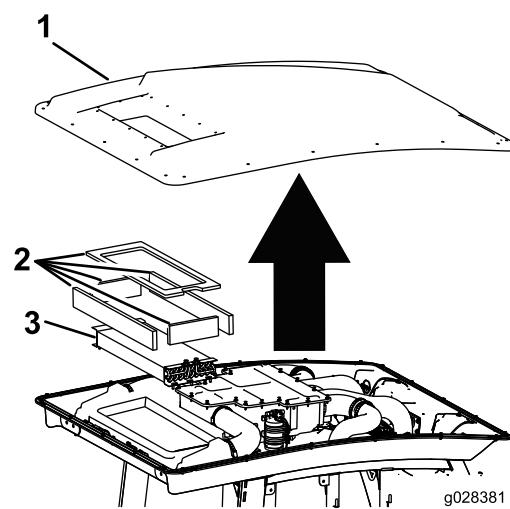

Figure 55
- 3. Déposez le toit de la cabine en retirant les 22 boulons de fixation du toit (Figure 55).
- 4. Déposez les filtres à air (Figure 55).
5. Déposez et nettoyez les serpentins de climatisation (Figure 55).